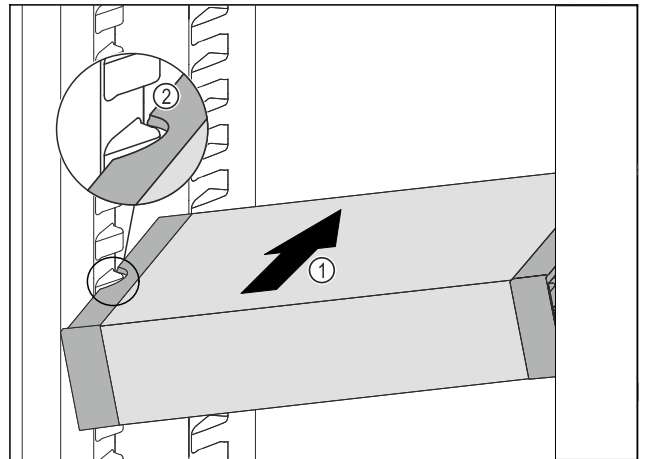

Fig. 93
- ▶ Вставити висувний ящик VarioSafe під кутом в охолоджувальне відділення Fig. 93 (1), доки бокові поглиблення Fig. 93 (2) VarioSafe не будуть розташовуватися на рівні ребра для ємності в охолоджувальному відділенні.